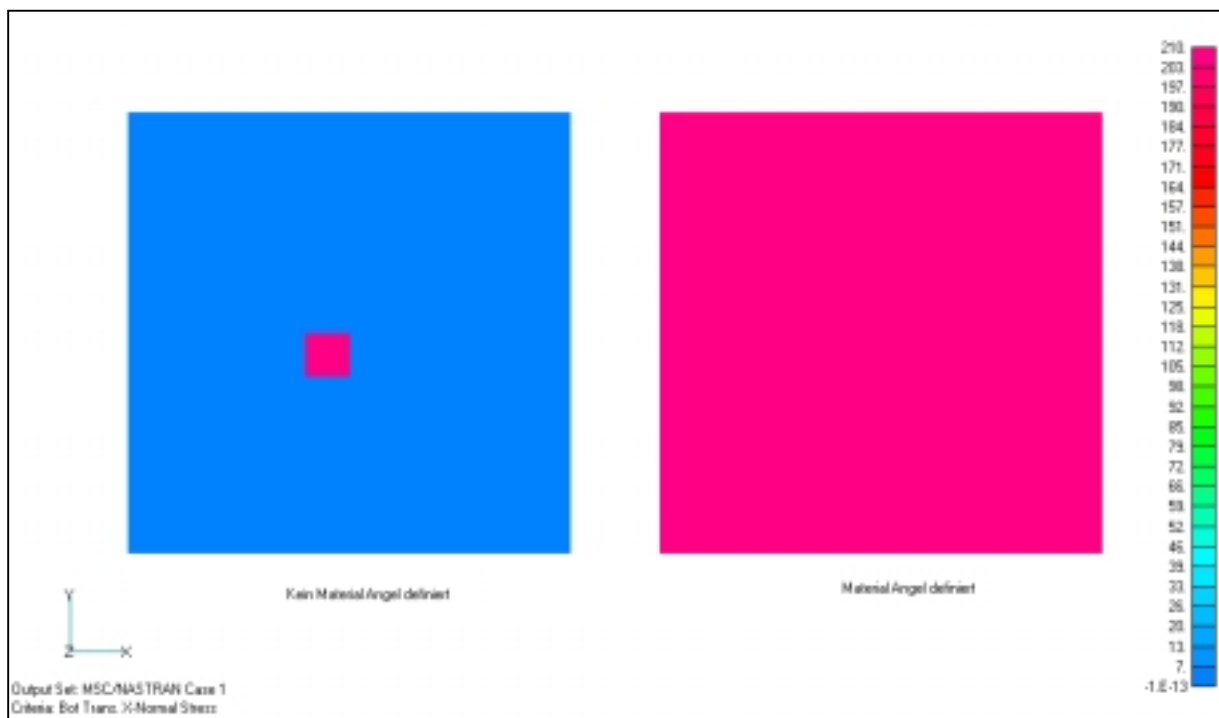

Abb. 7: Ergebnisse nach Tensortransformation
- Hinter den bestehenden Output Vektoren wurden nun neue Daten angefügt, welche die transformierten Spannungen beinhalten. Diese können wir gewohnt ausgewertet werden (Abbildung 7).